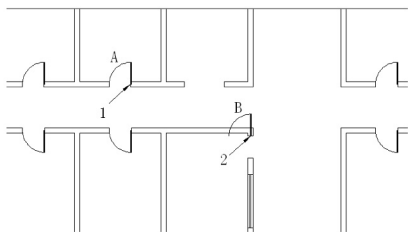

图 2.94 将 A 门复制到 B 处
(1) 用【复制】命令将 A 门复制到 B 处，如图 2.94 所示。
① 单击【修改】工具栏上的【复制】图标 （快捷键 CO），启动【复制】命令。
② 在 **选择对象:** 提示下，选择 A 门作为被复制的对象，并按 Enter 键进入下一步命令。
③ 在 **指定基点或 [位移(D)]<位移>:** 提示下，捕捉 A 门的 1 点作为复制基点。
④ 在 **指定第二个点或 <使用第一个点作为位移>:** 提示下，捕捉 B 门洞口的 2 点。这样，就将 A 门复制到了 B 门洞口处。
(2) 用【旋转】命令将 B 门旋转到位。
① 单击【修改】工具栏上的【旋转】图标 （快捷键 RO），启动【旋转】命令。